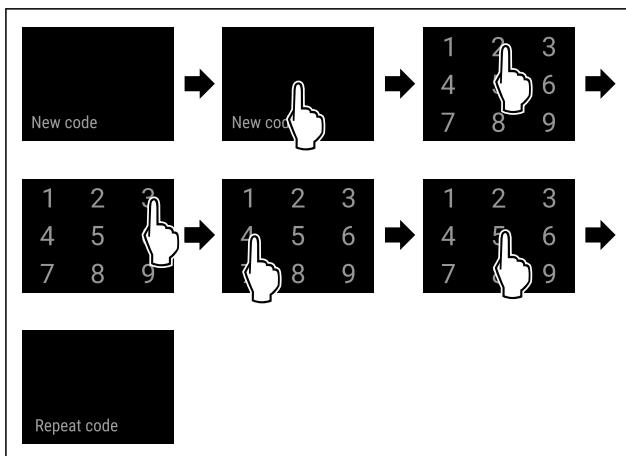

Fig. 92
- Seguir los pasos de procedimiento (consulte Fig. 92).